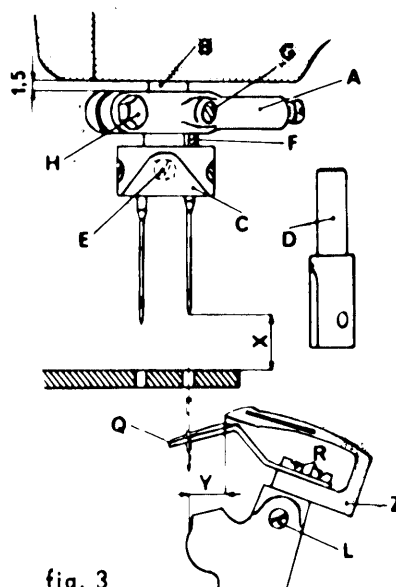
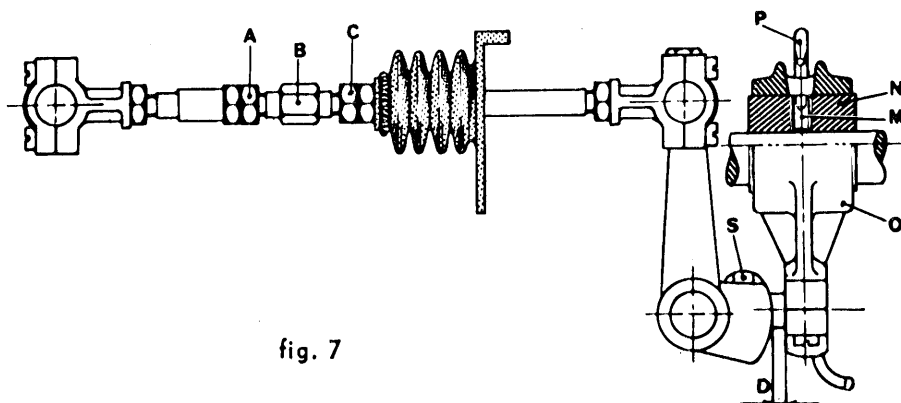

fig. 3
fig. 7
- S. 1651.00 per esecuzione quote come da fig. 3
- S. 1652.00 per esecuzione quote come da fig. 7
3. Posizionamento dell'ago (fig. 3)
- Inserire fino in fondo il crochet Z nell'apposita sede e bloccarlo sul piano del gambo con la vite L (fig. 3).
- Eseguire la misura D col calibro S 01652.00 per biella comando crochet (fig. 7) agendo sul dado S.
- Ricerare la misura Y (tabella fasature) dalla punta del crochet all'ago di destra (fig. 3).
- Allentare i controdadi A e C (fig. 7) e ruotare il perno B in un senso o nell'altro fino ad ottenere la misura Y (fig. 3—calibro S.1651.00).
- Bloccare leggermente i due controdadi A e C (fig. 7).
- Se la corsa del crochet é ritardata o anticipata, bisogna allentare i due grani interni M dell'eccentrico N della biella O (fig. 7) e, tenendo fermo l'eccentrico M, ruotare il volantino della macchina in modo da ottenere la condizione voluta.
Nota: Se questa condizione non si verificasse, si deve allungare o accorciare la corsa del crochet agendo sulla vite S (fig. 7) variando cosí la quota D. In questo caso si devono poi rivedere tutte le condizioni di fasatura eccetto quelle descritte nel primo capoverso.
- Bloccare i controdadi A e C (fig. 7).
Nota: Quando si sposta la biella per eseguire la misura D (fig. 7), tenere presente che l'eccentrico N sia sempre centrato rispetto alla testa di biella O. In caso di eccessivi spostamenti, modificare la posizione del tubetto di lubrificazione P spostandolo adeguatamente in modo che fa mezzeria coincida con il centro del foro esistente sulla testa di biella O.
5. Montaggio spingi ago su crochet inferiore (fig. 3).